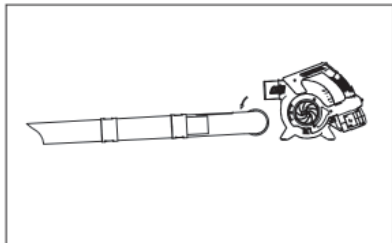

Fig.6
Achten Sie beim Zusammenbau auf die Führungsnuten an den Saugrohrteilen. Setzen Sie das Saugrohr (12) wie in Abb. 6 (unten) auf die Saugöffnung. Drehen Sie das Saugrohr gegen den Uhrzeigersinn bis zum Anschlag. Schieben Sie das Saugrohr in das Motorgehäuse, bis es einrastet.